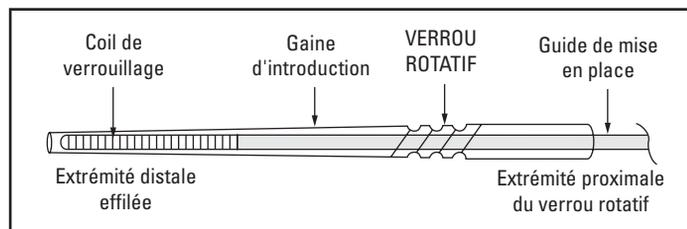

Figure 5. Gaine d'introduction avec mécanisme de verrou rotatif
9. Libérer le système d'occlusion IDC en fibre Interlock - 35 à l'intérieur de la gaine d'introduction en pinçant doucement la gaine d'introduction des deux côtés du mécanisme de verrou rotatif et en tournant le côté proximal dans le sens antihoraire (figures 5 et 6).